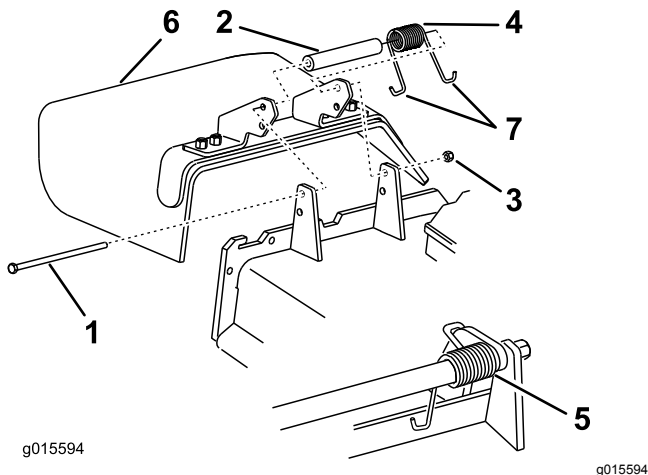

Figure 94
1. Retirez le contre-écrou, le boulon, le ressort et l'entretoise qui fixent le déflecteur aux supports de pivot (Figure 94).
**Remarque:** Prenez soin de placer 1 extrémité en J du ressort derrière le bord du tablier avant de mettre le boulon en place, comme montré à la Figure 94.
6. Accrochez l'extrémité en J du ressort au déflecteur d'herbe (Figure 94).